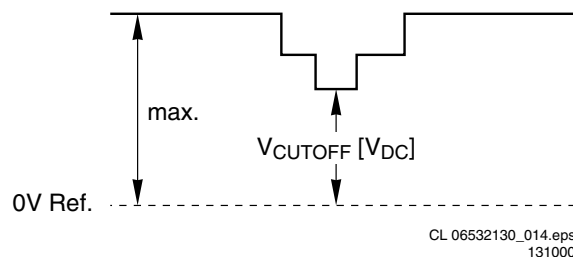

Figure 8-2
6. Mesurez l'impulsion de coupure durant la première ligne complète après la suppression de l'image (voir Fig. 8-2). Vous pouvez voir deux impulsions, une étant l'impulsion de coupure et l'autre étant l'impulsion de balayage du blanc. Sélectionnez celle présentant la valeur la plus basse, il s'agit de l'impulsion de coupure.